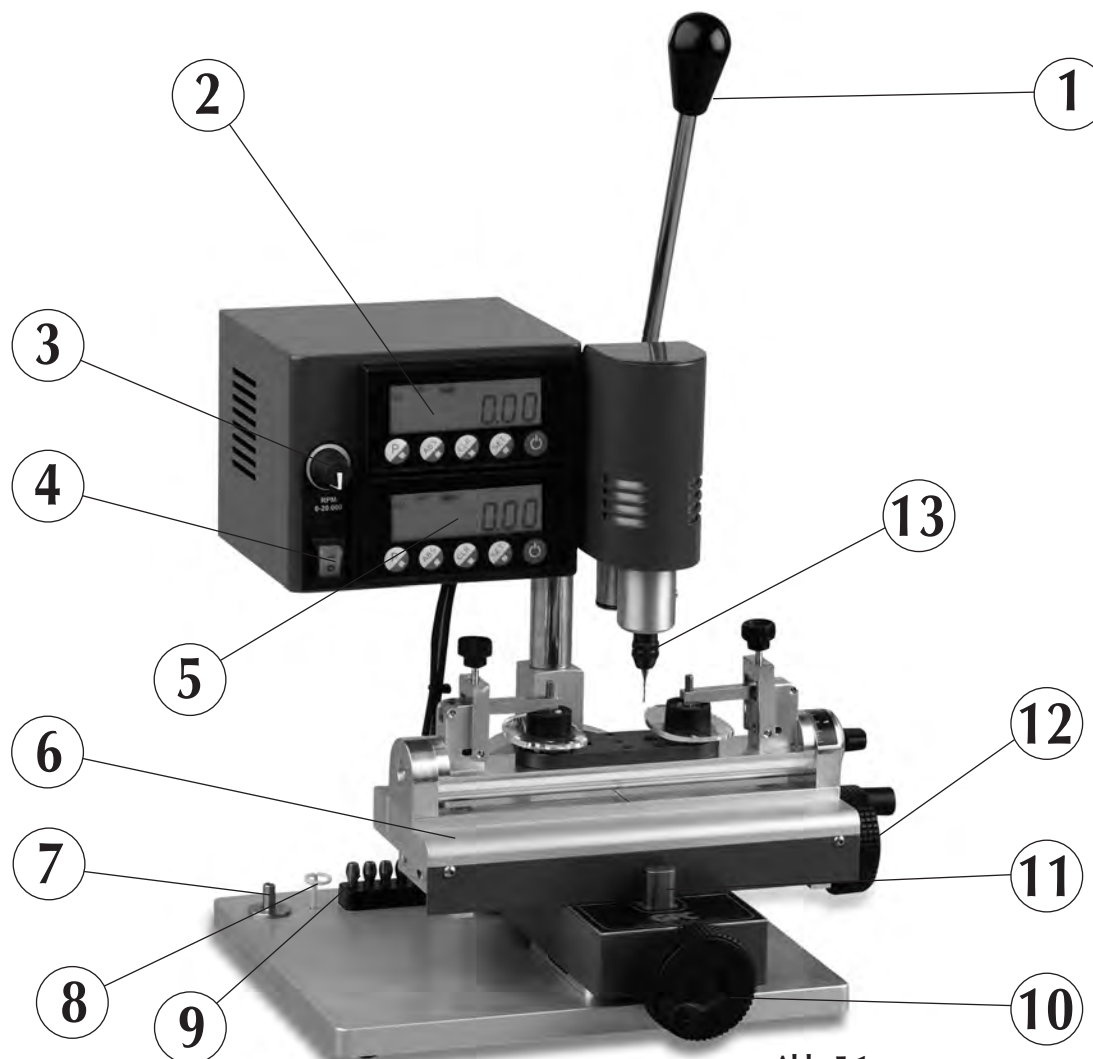

Abb. 5.1
Bevor man die nachstehend erläuterten Eingriffe vornimmt, sicherstellen, dass der Zylinder mit Hilfe des dafür vorgesehenen Blockiergriffs befestigt ist. Nun die Maschine manuell durch hochheben an den in **Abb. 3.1** gekennzeichneten Stellen hochheben und auf eine, sich vor dem Bediener befindenden Fläche, perfekt horizontal, abstellen, um eine geeignete Stabilität zu garantieren; nun sicherstellen, dass sich der Hauptschalter (4) der **Abb. 5.1**, in OFF-Position befindet, bevor das Versorgungskabel angeschlossen wird, **indem man es zuerst an der Maschine und anschließend an der Seite der Steckdose einsteckt.**